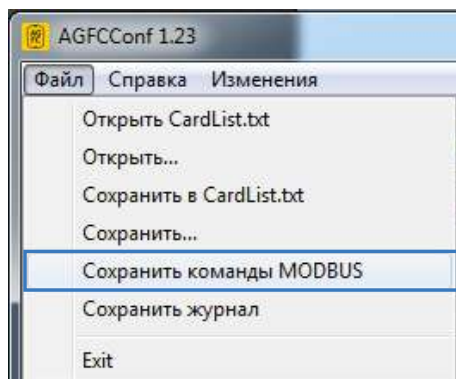

Рис.28. Сохранение команд Modbus.
- выбрать Главное меню – Меню «Файл» – Сохранить команды Modbus (Рис.28). После этого программа создаст файл ModbusCommands.txt в папке, в которой расположена программа, и запишет в этот файл команды для удаленной настройки контроллера, в том числе и команды для записи списка карт;
- выбрать Главное меню – Меню «Файл» – Сохранить команды Modbus (Рис.28). После этого программа создаст файл ModbusCommands.txt в папке, в которой расположена программа, и запишет в этот файл команды для удаленной настройки контроллера со значениями, установленными в программе;